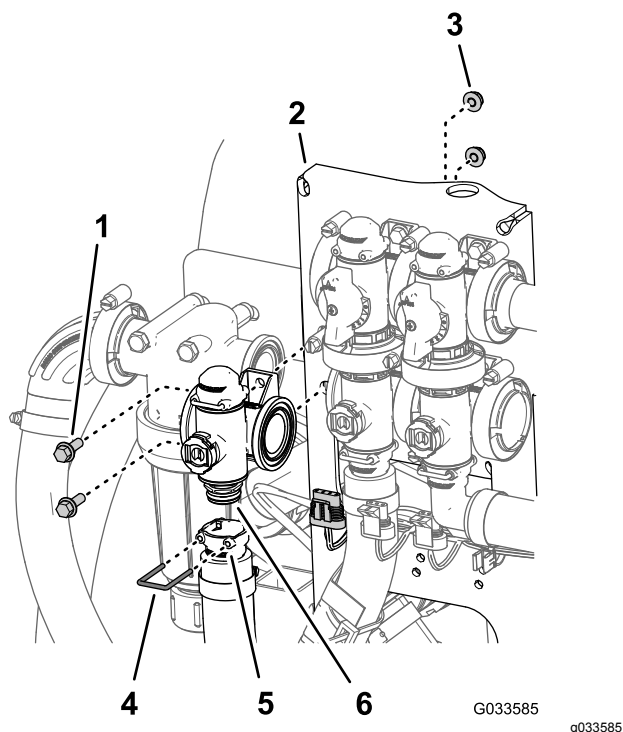

Figura 111
2. Rimuovete il fermo che fissa il raccordo di uscita al connettore del collettore per la valvola di controllo del volume (Figura 111).
3. Rimuovete i 2 bulloni a testa flangiata ($\frac{1}{4}$ " x $\frac{3}{4}$ ") e 2 dadi di bloccaggio flangiati ($\frac{1}{4}$ ") che fissano la valvola di controllo del volume al supporto della valvola e rimuovete il collettore della valvola dalla macchina (Figura 111).